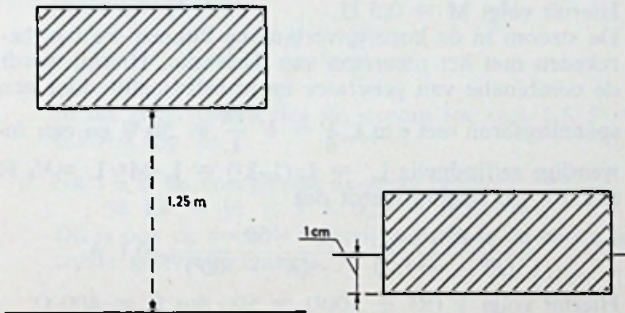

FIG. 1
② Een blok met een massa van 50 kg valt van 1,25 m hoogte op een zachte vloer. (De beginsnelheid is nul.) Zodra het blok de vloer raakt wordt de beweging eenparig vertraagd totdat het weer in rust is. Het blok blijkt dan 1 cm diep in de vloer te zijn gedrongen (zie fig. 1).